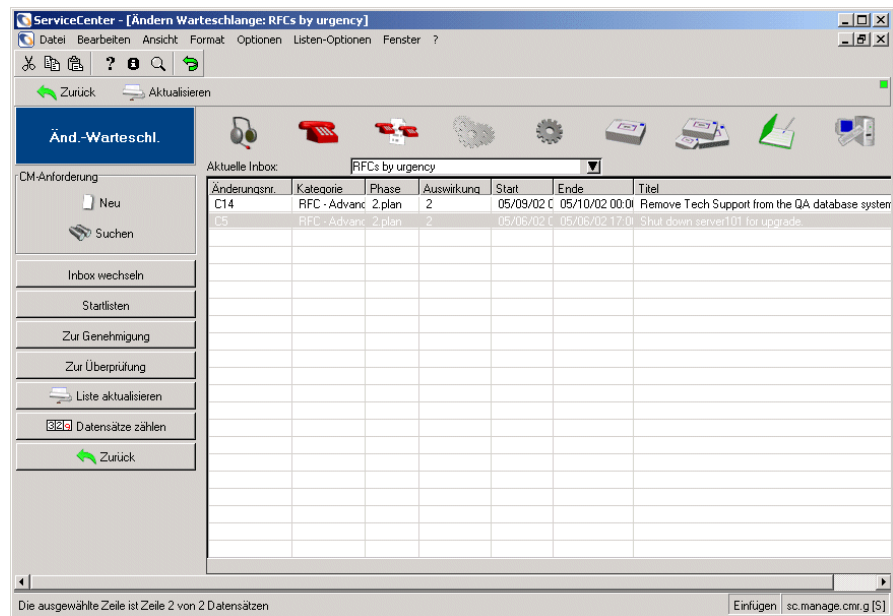

Abbildung 10-47: Change Management-Inbox
- 1 Klicken Sie im Menü **Change Management** auf **Änderungswarteschlange**. Abbildung 10-47 zeigt eine typische Änderungs-Inbox, in der sämtliche Änderung der ursprünglichen Inbox des Benutzers aufgelistet werden. (Standardmäßig sind dies: Dem aktuellen Benutzer zugewiesene Änderungen.)